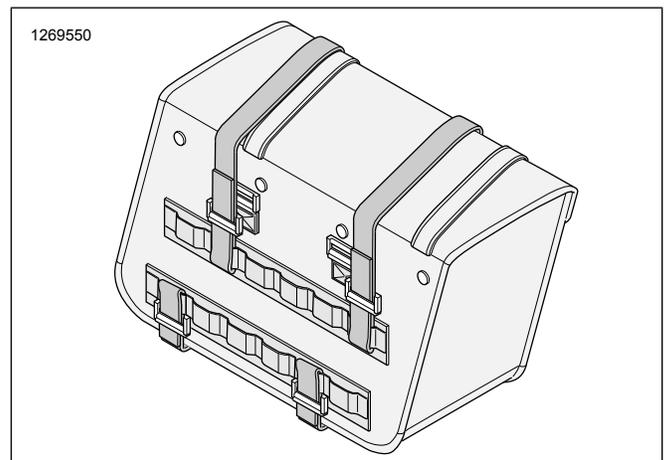

Figura 2. Coloque el gancho y aro (típico)
2. Consulte la Figura 2. Coloque al menos tres sujetadores de gancho y aro en la parte trasera de la alforja.